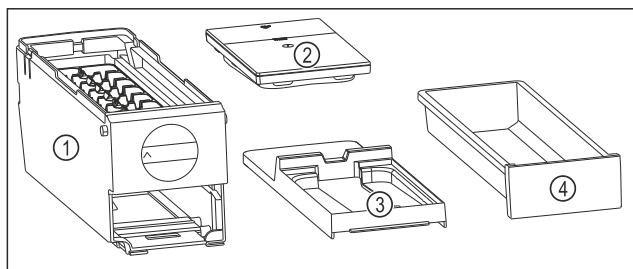

Fig. 113 Součásti EasyTwist-Ice
- ▷ EasyTwist-Ice je rozebrán na čtyři části. (viz *Fig. 113*)
- ▶ EasyTwist-Ice rozebírejte pouze na zobrazené součásti. (viz *Fig. 113*)
- ▶ Korpus EasyTwist-Ice *Fig. 113 (1)* vyčistěte jako celek.